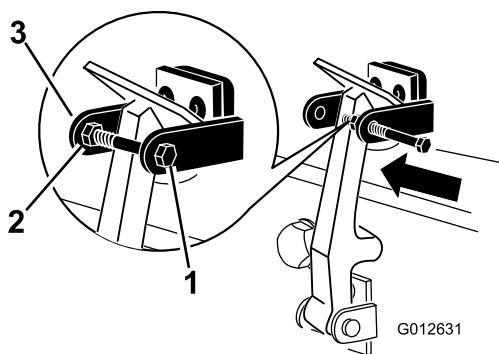

Рисунок 10
8. Установите болт в другой рычаг кронштейна защелки капота для фиксации защелки в надлежащем положении (Рисунок 10). Затяните болт, но не затягивайте гайку.